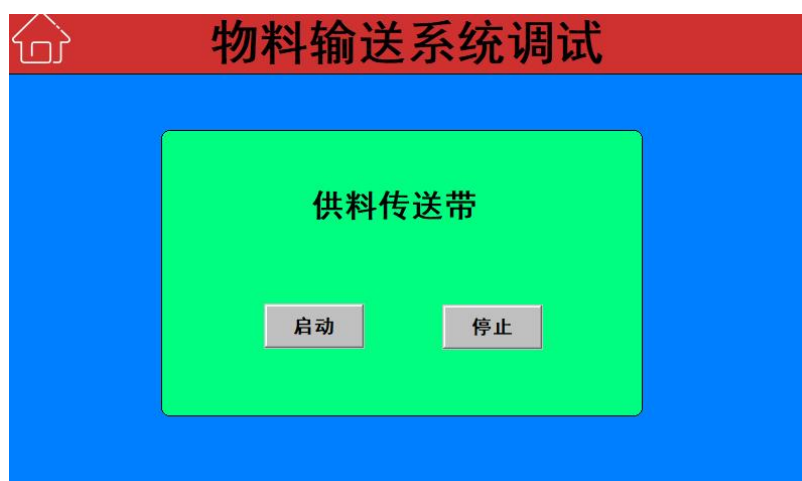

图 3-2 平台 HMI 界面物料输送系统联调示意图
(1) 智能制造生产平台上的 HMI 中编写控制界面，控制供料传送带的手动启动与停止。参考画面如图 3-2。